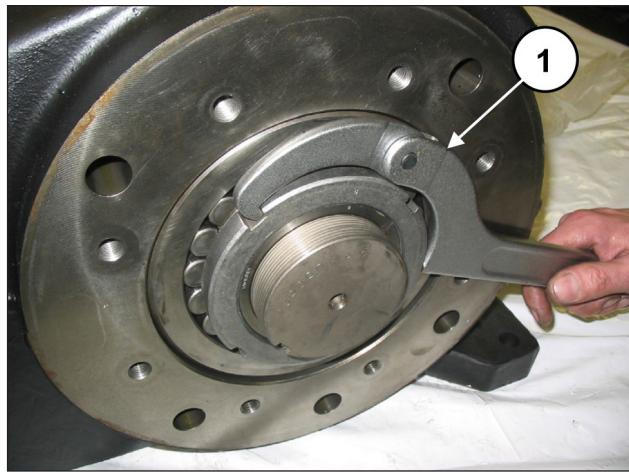
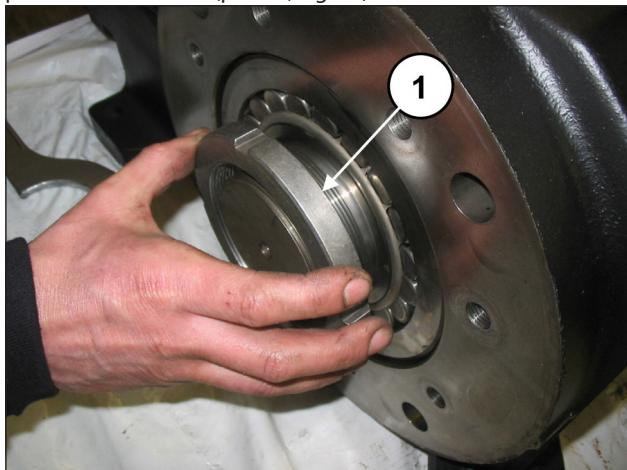

Fig. 20
Fig. 19
Solte um anel do tipo SKF KM19 na bússola de pressão (pos. ①, Fig. 19), em seguida, usando uma chave adequada para soltar a bússola (pos. ①, Fig. 20).